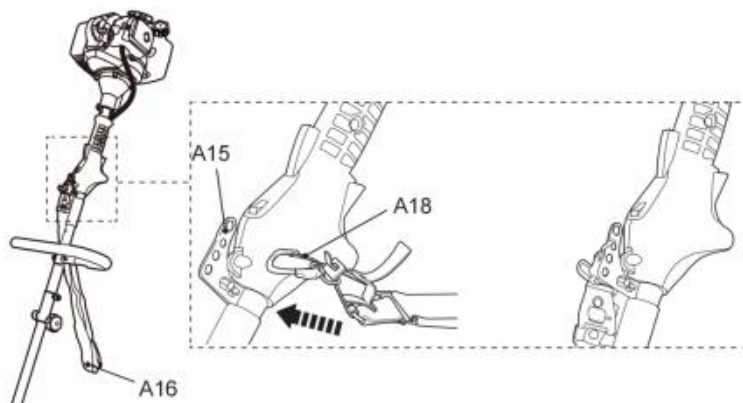

Fig. 32
1. Fije el clip de sujeción (A18) a uno de los cuatro bucles (A15) (Fig. 32).